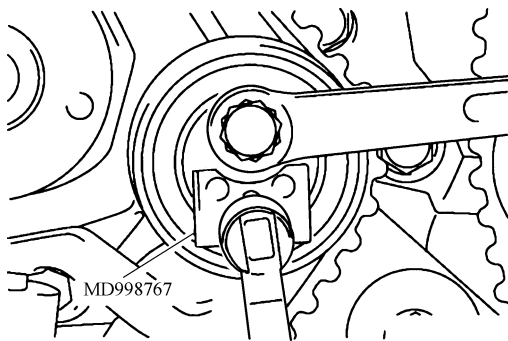

图 28-49 松开张紧器轮中央螺栓
11) 如图 28-49 所示, 在张紧器轮上安装专用工具 MD998767、套筒扳手和扭力扳手, 松开张紧器轮中央螺栓。